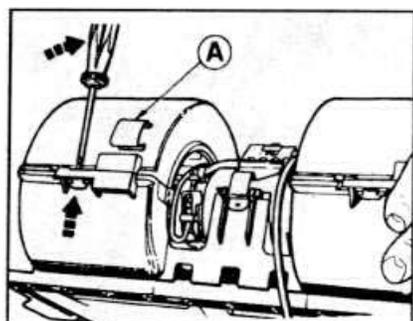

Рис. 3.37. Расположение скобы крепления (А) кожуха вентилятора и отжатие фиксирующего язычка отверткой.
- Извлеките двигатель из кожуха, для чего снимите 4 скобы крепления и отверткой отожмите фиксирующие язычки. Отсоедините разъем проводов от резисторов. Отогните скобу крепления и отсоедините резистор от двигателя вентилятора. Извлеките двигатель вентилятора из кожуха (см. рис. 3.37).